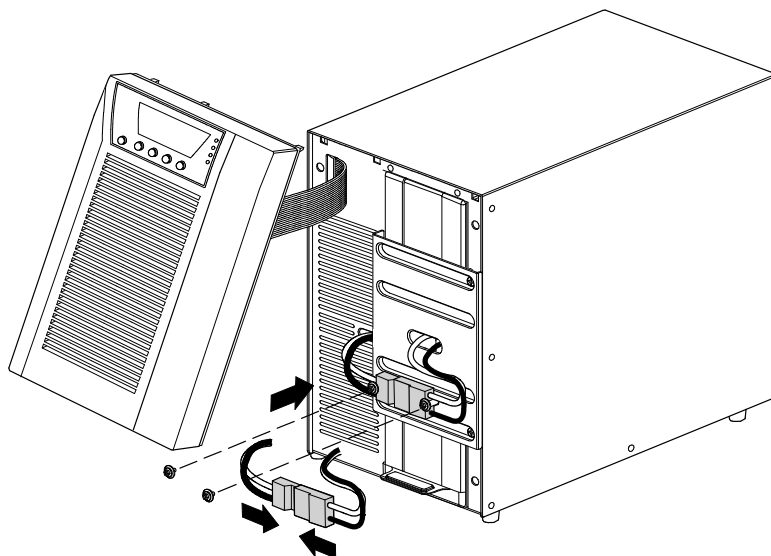

Figure 15. Connexion des batteries internes de l'onduleur
2. Branchez le connecteur interne de la batterie (voir Figure 15).
3. Retirez les deux vis des affûts des trous du châssis et retenez-les. (voir Figure 15).